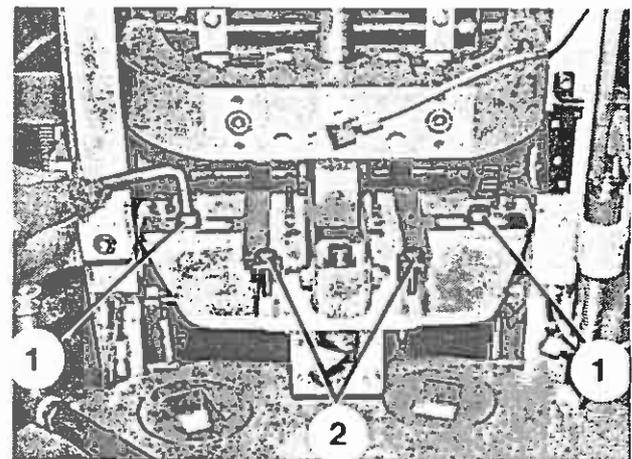

Bild 124
3. Befestigungsschrauben (Bild 124/1) der Führungen (Bild 124/2) auf der Falzplatte lösen, Führungen auf die, der Einwicklerbreite entsprechenden Markierungen setzen und Befestigungsschrauben wieder festziehen.